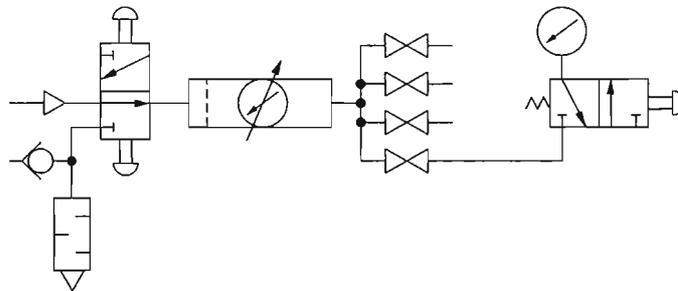

Figura 3-4. Diagrama esquemático de un circuito utilizando una DCV.
- 2. Monte el circuito mostrado en la Figura 3-4. Conecte la unidad de acondicionamiento al orificio NC (normalmente de no paso) de la válvula de control direccional.